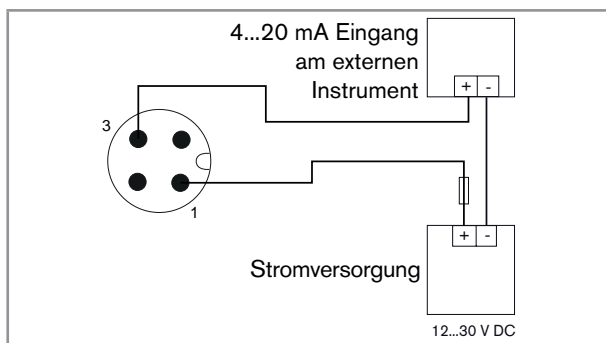

Bild 6: Gerät mit 4-poligem M12-Gerätestecker – Anschluss des Stromausgangs
- Den 4...20 mA-Stromausgang anschließen. Siehe Bild 6.